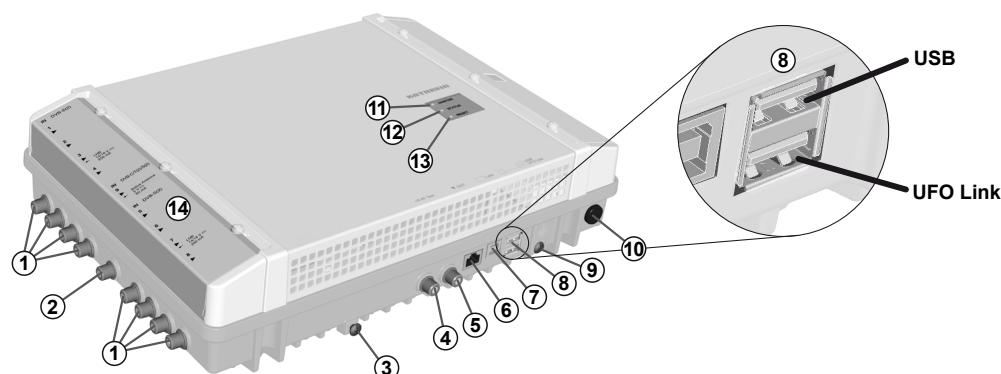

Abb. 1: Geräteelemente
- Gehäuse nicht öffnen und Gerät nicht verändern. Andernfalls erlöschen die Garantie und die Gewährleistung. Ausnahme: Abdeckung der CI-Schächte (Ⓜ in Abb. 1, S. 3)
1. Schließen Sie eine Potenzialausgleichsleitung (Cu, $\geq 4 \text{ mm}^2$) an der Erdungsschraube an; siehe ⑨ in Abb. 1, S. 3.
- Die Stecker müssen am Master und Slave in die jeweils passende UFO Link-Schnittstelle gesteckt werden (⑧ in Abb. 1).
4. Schließen Sie die HF-Signalleitungen für Antenne, Kabelnetz und Ausgang an die Kopfstellen an; siehe ①, ② und ③ in Abb. 1, S. 3. Achten Sie darauf, die Ein- und Ausgangsleitungen dem Master und dem Slave richtig zuzuordnen.²⁾